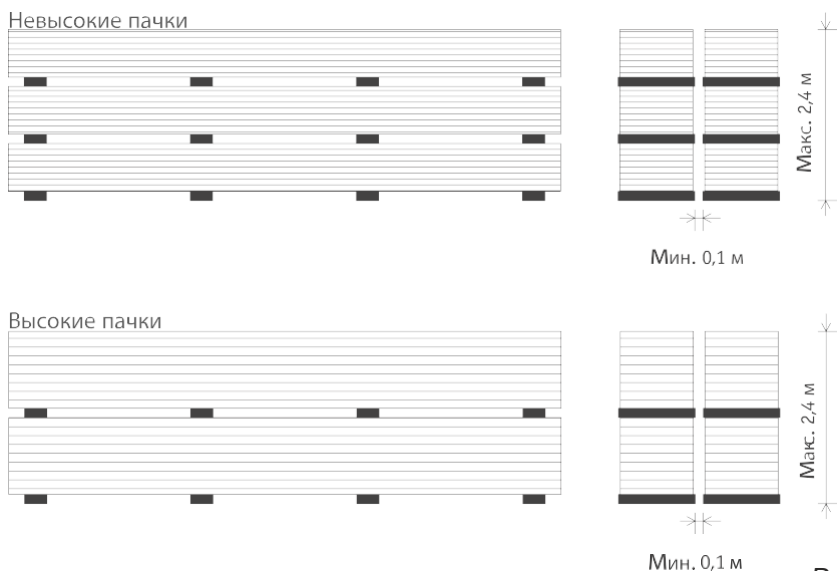

Рис. 11
- Высота штабелирования не должна превышать 2,4 м. Возможные способы укладки пакетов представлены на Рис.11